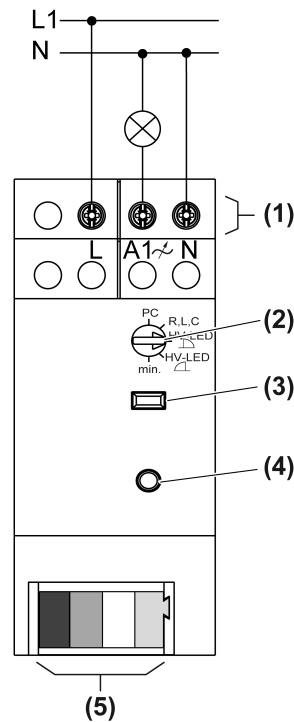

Figure 2: Schéma de raccordement
- Raccorder la charge conformément au schéma de raccordement (Figure 2)